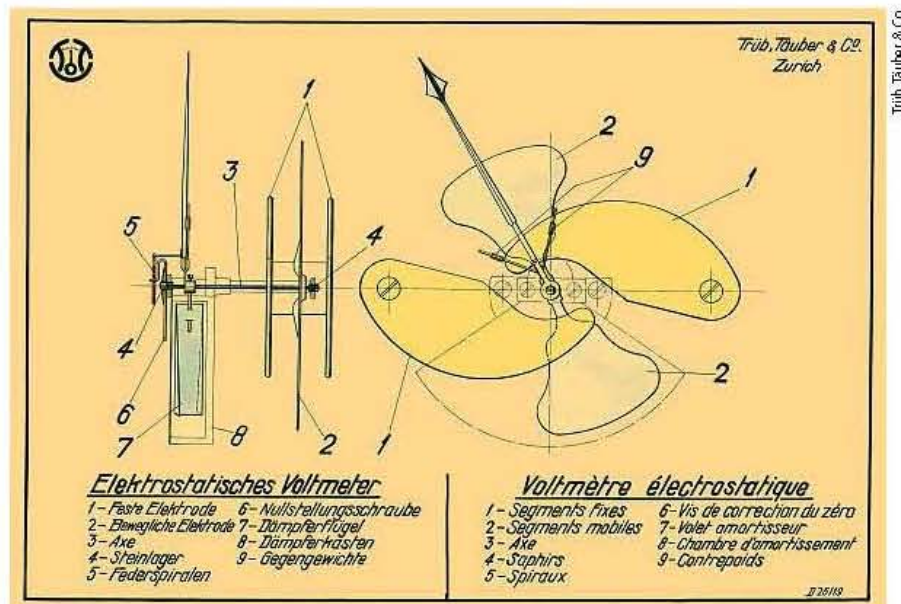

Bild 4 Disposition eines elektrostatischen Voltmeters.
Ein elektrostatisches Voltmeter (Bild 4) funktioniert wie folgt: Eine zwischen der festen Elektrode (1) und der beweglichen Elektrode (2) angelegte Spannung bewirkt ein Drehmoment in Richtung einer Vergrösserung der Kapazität. Das Gleichgewicht wird durch das Gegendrehmoment der Spiralfeder (5) erzeugt. Der Dämpferflügel (7) im